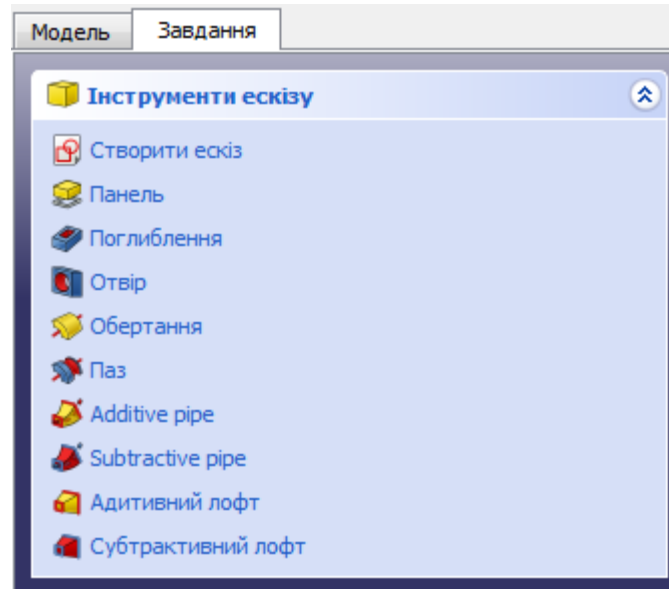

Рисунок 61 –Комбіноване вікно «Завдання»
2. Створіть новий ескіз деталі, використовуючи інструменти **Task** у вікні **Combo view** (рисунок 61).